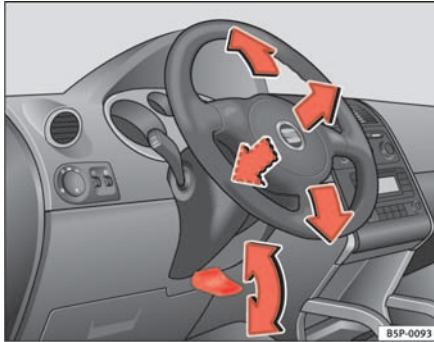

Abb. 128 Lenkradposition einstellen
- Schwenken Sie den Hebel \Rightarrow Abb. 128 unter der Lenksäule nach unten \Rightarrow .